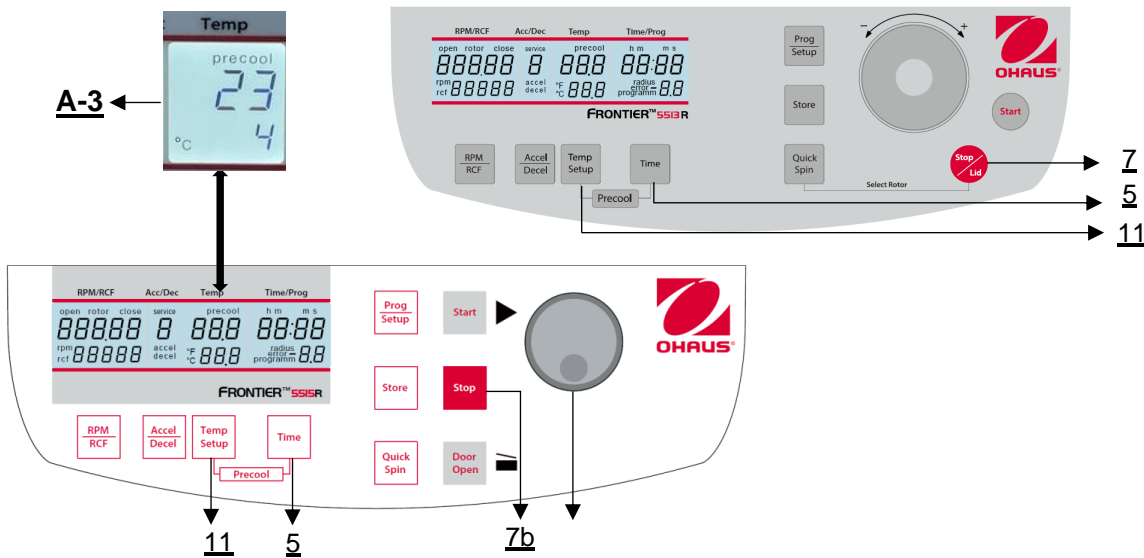

Abbildung 16
Wenn die Proben temperaturempfindlich sind, ist es sinnvoll, die Zentrifuge, den Rotor und eventuell die Becher auf die gewünschte Arbeitstemperatur vorzukühlen. Setzen Sie dazu den gewünschten Rotor ein und stellen Sie die entsprechende Temperatur vor. Durch gleichzeitiges Drücken der Tasten **"Temp/Setup"** (11) und **"Time"** (5) können Sie den Lauf starten (**Abbildung 16**). Während des Laufs wählt das Gerät automatisch eine Drehzahl, die 30 oder 50 % der zulässigen Drehzahl des jeweiligen Rotors entspricht (je nach Rotor). Nach Erreichen der voreingestellten Temperatur können Sie den Vorkühllauf mit der Taste **"Stop"** (7b) oder **"Stop | Lid"** (7) verlassen. Je nach eingesetztem Rotor dauert die Vorkühlung zwischen ca. 10 und 20 min.